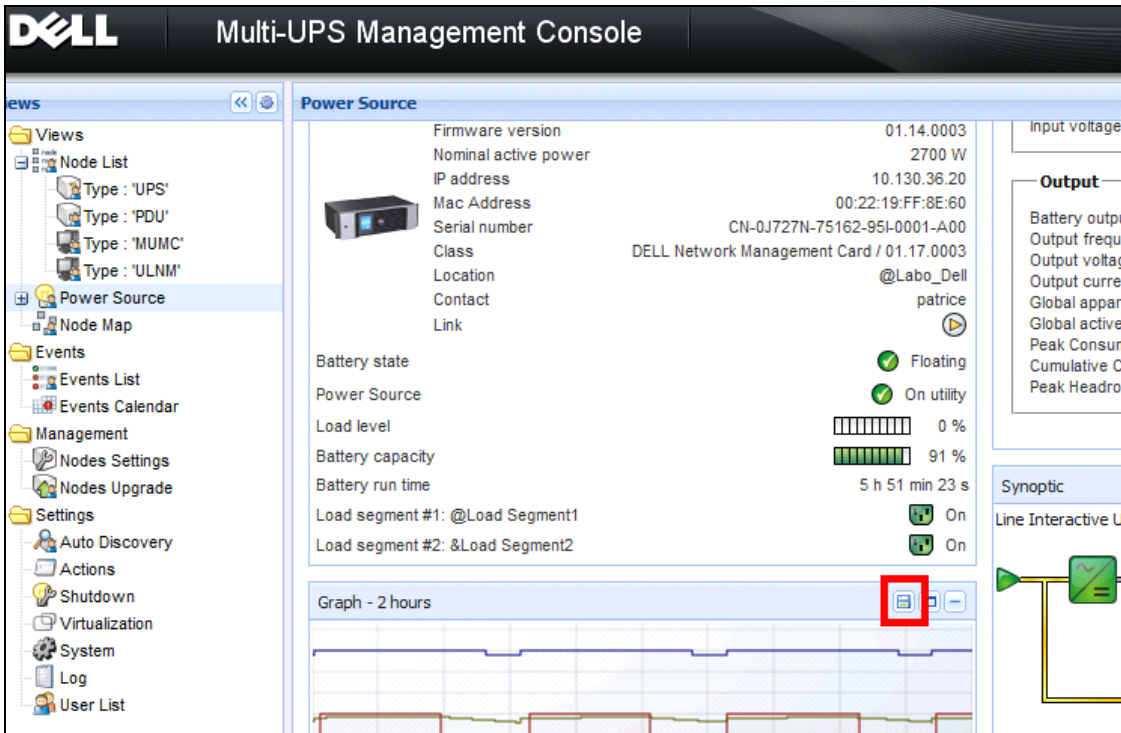

Abbildung 53. Schaltfläche „Export Graph Data“ (Diagrammdaten exportieren) im Bereich „Graph“ (Diagramm)
- Um Daten aus dem Bereich „Graph“ (Diagramm) zu exportieren, klicken Sie auf die Schaltfläche  (siehe Abbildung 53).